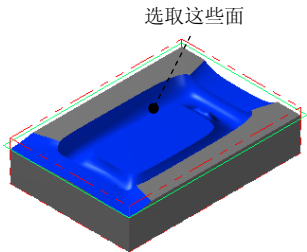

图 23.18 选取加工面
(1) 选取加工面。在图形区中选取图 23.18 所示的面（共 14 个面），然后按 **Enter** 键，系统弹出“刀具路径的曲面选取”对话框。